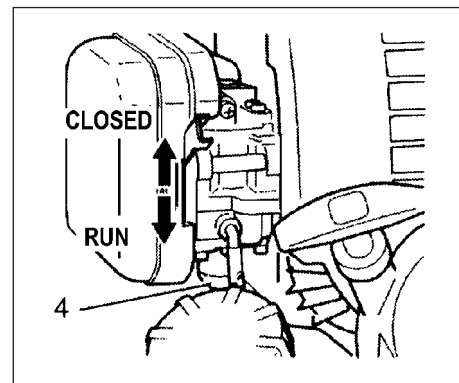

Fig. 2-3
\*Presione varias veces el bulbo de cebador (4), de manera que el combustible fluya a través del bulbo o de la tubería de retorno (Si lo tiene equipado). (Fig. 2-3)
2. Poner la palanca del estrangulador en la posición cerrada (CLOSED). (Fig. 2-3)
4. Cuando se note que el motor tiende a arrancar, poner el estrangulador en la posición de funcionamiento (abierto). Tirar entonces enérgicamente del arrancador una vez más. (Fig. 2-3)